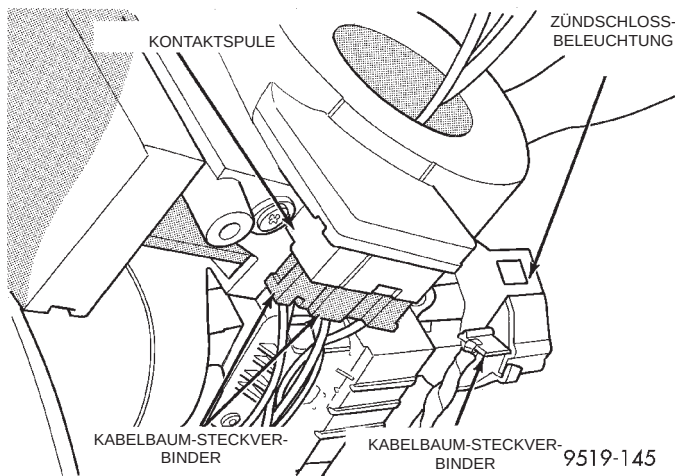

**Abb. 16 Kabelbaum-Steckverbinder an Kontaktpule und Zündschloßbeleuchtung**
(22) Die beiden Kabelbaum-Steckverbinder von der Kontaktspeule abziehen (Abb. 16). Dann den Steckverbinder von der Zündschloßbeleuchtung abziehen (Abb. 16).
(8) Kontaktpule am Zündschaltergehäuse anbauen. Die beiden Kabelbaum-Steckverbinder an der Kontaktpule anschließen (Abb. 16). Dann den Steckverbinder an der Zündschloßbeleuchtung anschließen (Abb. 16).